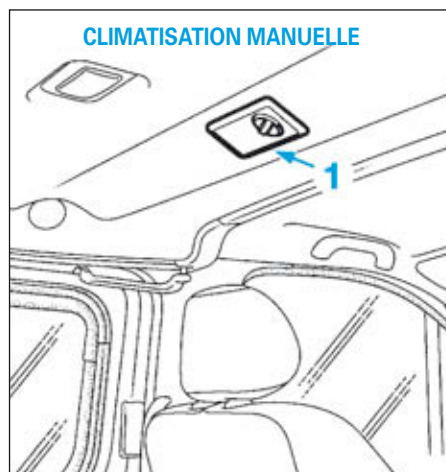
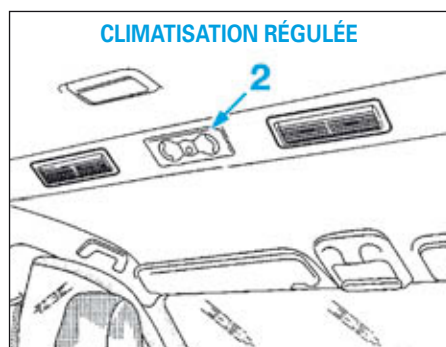

FIG.55
FIG.56
- Extraire le panneau de commande arrière (1) (Fig.55) ou (2) (Fig.56) selon type de climatisation.